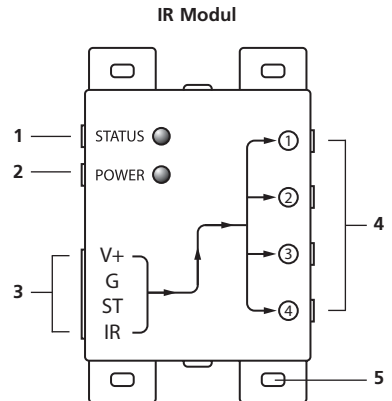

Abbildung 1
2. Stecken Sie die benötigten IR Verlängerungskabel (mit den 2 IR LED) in das IR Modul (Abbildung 1 Nr. 4). Zu den IR LED ist eine selbstklebende Folie mitgeliefert. Hiermit können Sie die IR LED an das IR Fenster Ihres AV Geräts befestigen. Achtung: dies erfordert große Genauigkeit. Testen Sie zunächst die Position und den Betrieb der IR LED, bevor Sie diese definitiv an das IR Fenster Ihres AV Geräts festkleben.